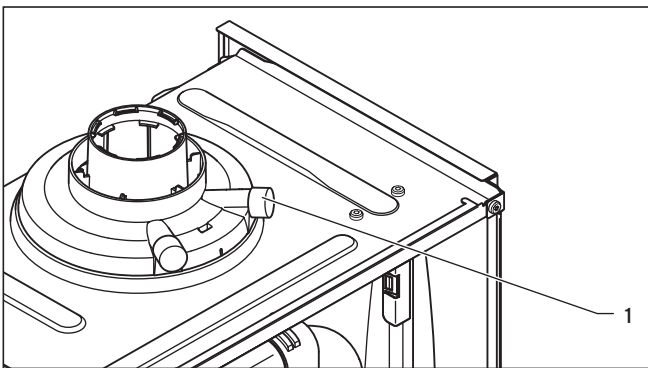

Fig. 2.3 CO₂-Måling av innholdet på avgassmålestussen
- Mål CO₂-innholdet på avgassmålestussen (1, fig. 2.3).